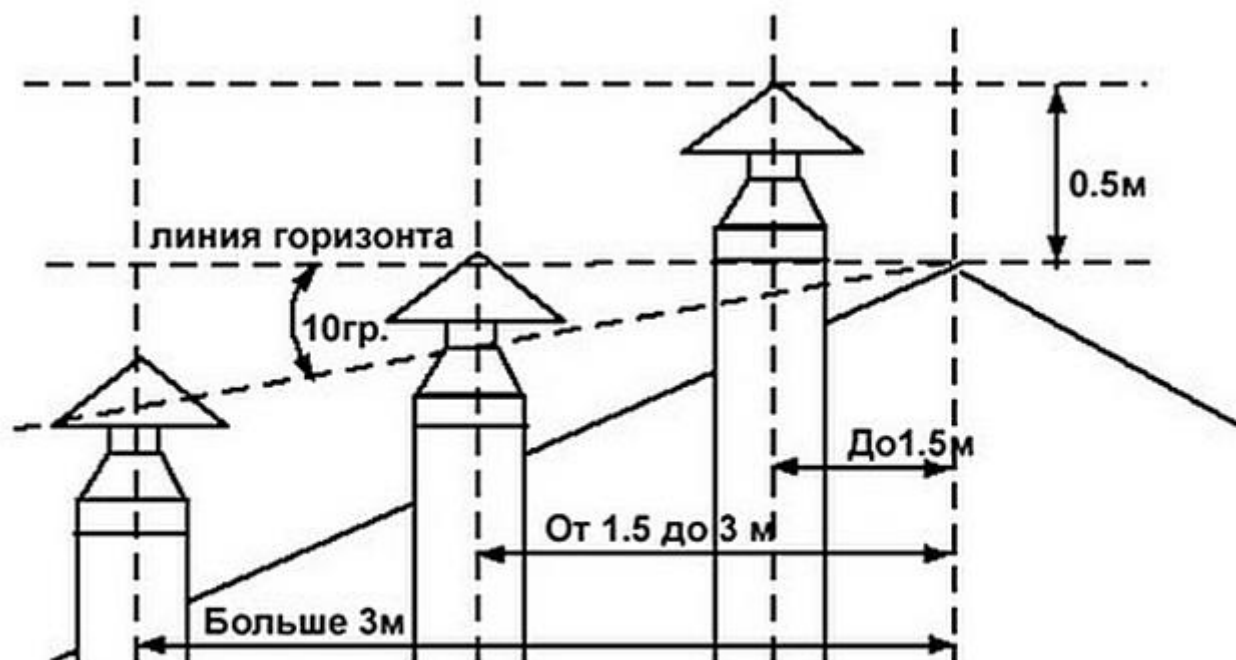

Рисунок 13 — Схема размещения дымоходов
3.2.3.4 Высоту дымохода можно рассчитать, используя рисунок 13.